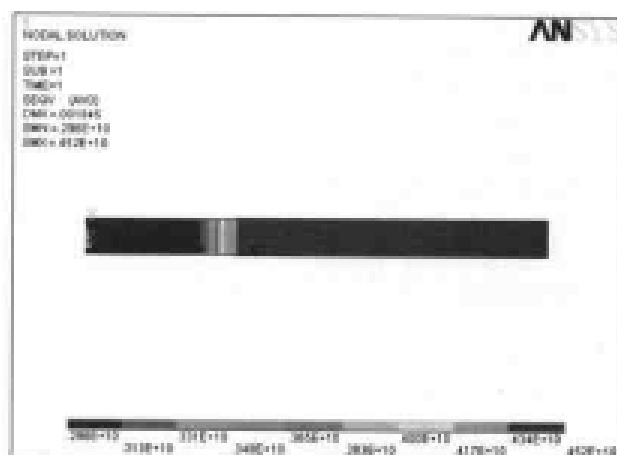

图 13-68 等效应力等值线图
(3) 选择 Main Menu | General Postproc | Plot Result | Contour Plot | Nodal Solu 命令, 出现 Contour Nodal Solution Data 对话框, 选择 Nodal Solution | Stress | von Mises stress 选项, 单击 OK 按钮, ANSYS 窗口显示等效应力场分布等值线图, 如图 13-68 所示。